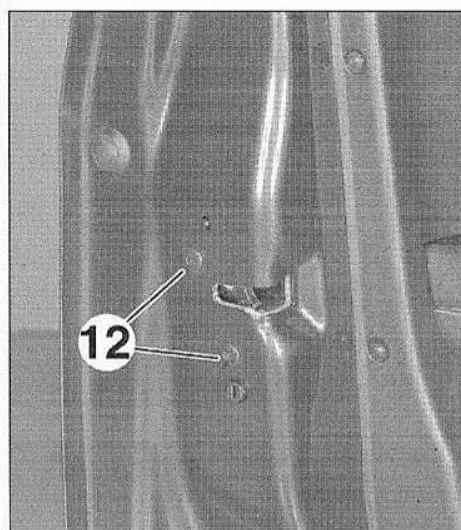

FIG.93
- Déposer les vis (12) (Fig.93).